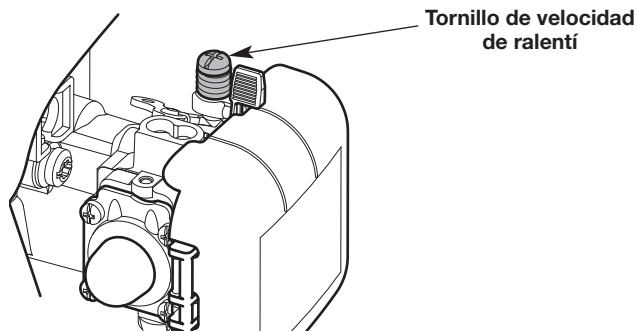

Fig. 18
2. Mueva el control de velocidad a la posición **LO (lento)** y deje que el motor funcione en ralentí. Si el motor se para, aumente la velocidad de ralentí. Use un destornillador Phillips pequeño para girar el tornillo de velocidad de ralentí en el sentido de las agujas del reloj, 1/8 de giro cada vez hasta que el motor funciona al ralentí de manera uniforme (Fig. 18).